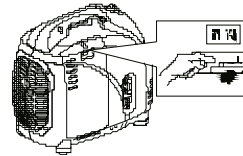

Рис. 17
- г) Переведите рычаг заслонки в положение «CHOKE». Не нужно если двигатель теплый (Рис. 17).